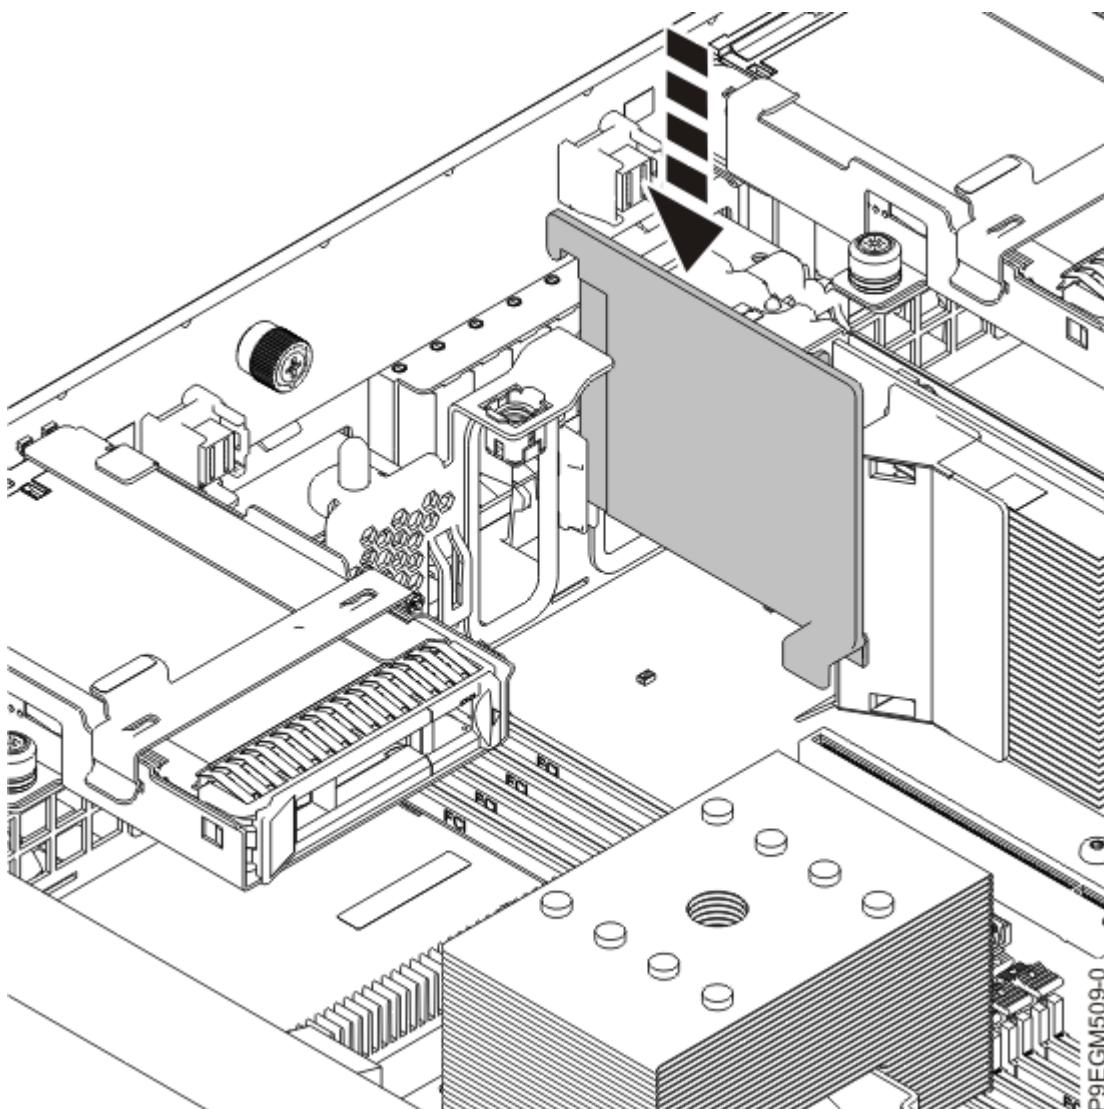

図 19. エア・デバイダーの取り付け
c) エア・デバイダーを下げる所定の位置に入れます (25 ページの図 19 を参照)。